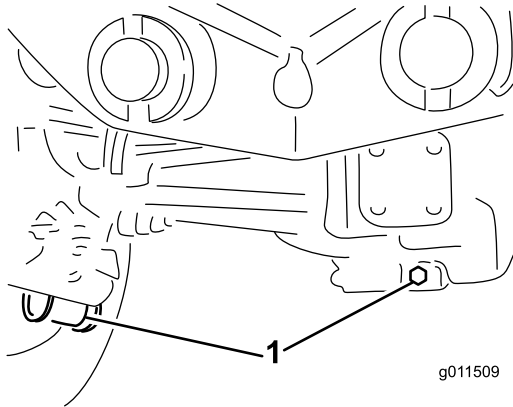

Bild 70
2. Reinigen Sie den Bereich um die drei Ablassschrauben, d. h. jeweils eine an beiden Enden und eine in der Mitte (Bild 70).